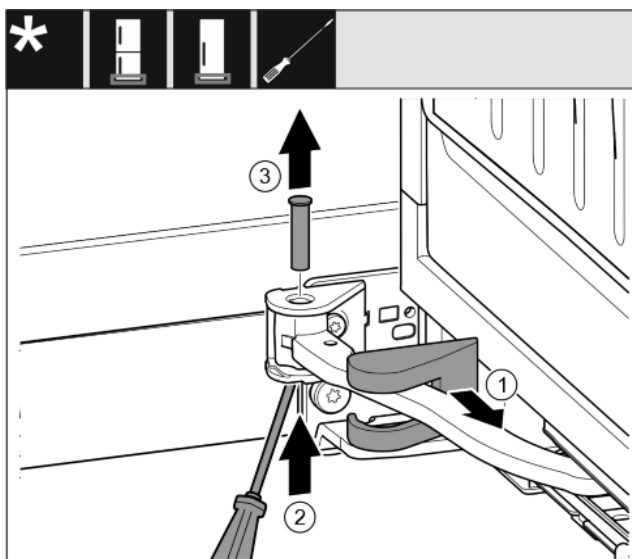

Fig. 12
- ▶ Afdekking van de lagerbus eraf trekken en langs het scharnier verschuiven. Fig. 12 (1)
- ▶ Bout met de vinger of schroevendraaier vanaf de onderkant optillen. Fig. 12 (2)
- ▶ De schroevendraaier onder de kop van de bout aanbrengen en eruit trekken. Fig. 12 (3)